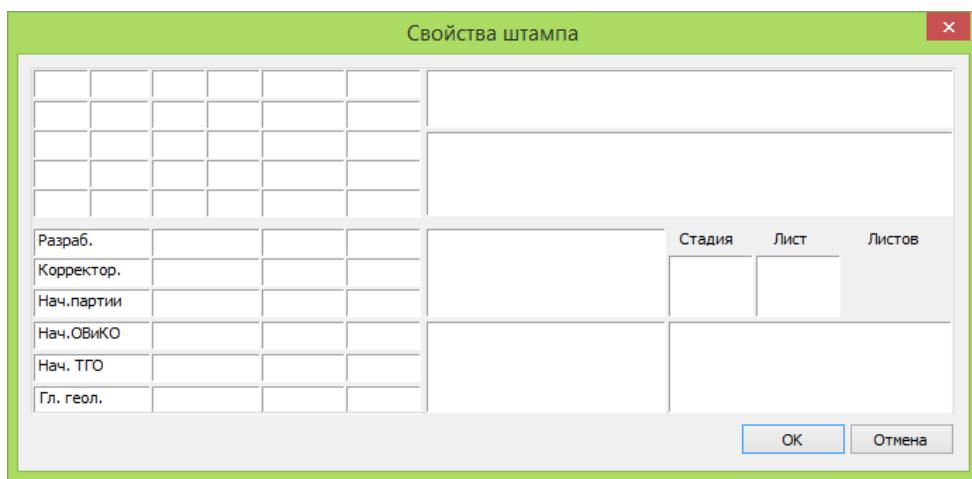

Рис. 5. Заполнение штампа.
2. В диалоговом окне *Свойства штампа* (см. Рис. 5) заполнить поля штампа и нажать OK.